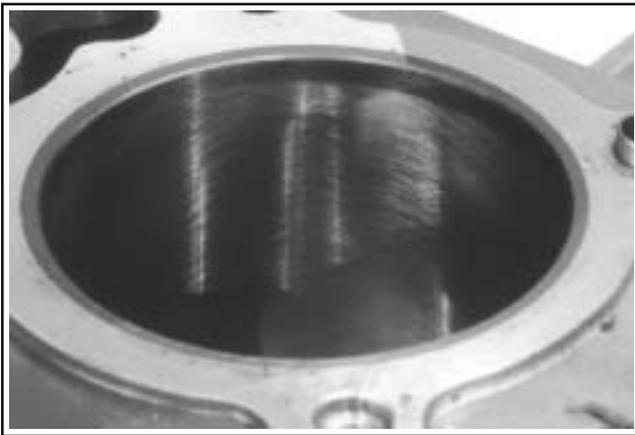

Figura 9-2. Aspetto dell'alesaggio dopo l'alesatura.
- Quando il foro ha una tolleranza inferiore a **0,064 mm (0.0025 in.)** rispetto alla misura desiderata, rimuovere l'alesatore grezzo e sostituirlo con un alesatore medio. Completare l'alesatura fino ad una tolleranza inferiore a **0,013 mm (0.0005 in.)** rispetto alla misura desiderata, quindi utilizzare un alesatore di finitura (grana 220-280) e lucidare. Se l'alesatura è stata effettuata correttamente, si devono osservare sottili linee intrecciate, angolate di circa 23-33°. Un angolo troppo piatto può far sì che i segmenti saltino e si usurino eccessivamente, mentre un angolo troppo acuto comporterebbe un consumo d'olio elevato (vedere Figura 9-2).